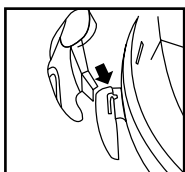

FIGURE 11
12. Insérez les onglets en forme de « J » dans les rainures du rembobineur **Figure 11.** Appuyez vers le bas jusqu'à ce que les onglets s'enclenchent en position.